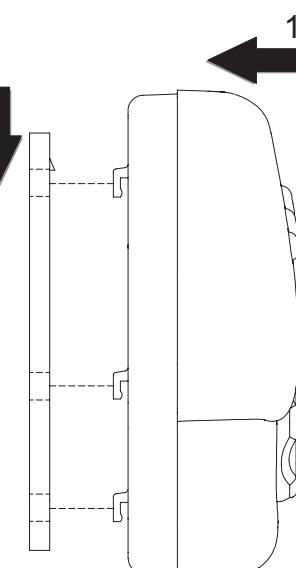

Fig. 5 : Application du thermostat sur la plaque murale.
4. Approcher la base du thermostat à la plaque en faisant coïncider les dents de celle-ci avec les trous correspondants sur la plaque. Ensuite exercer sur la base une pression vers le bas jusqu'à l'enclenchement de la dent en plastique sur la plaque (Fig. 5).